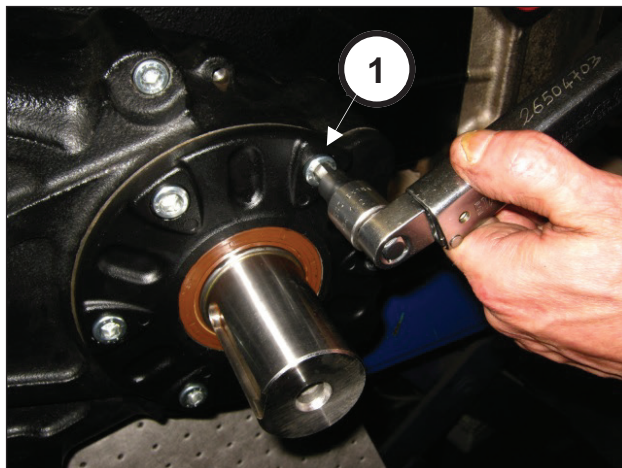

Fig. 88
Serrare le 6 viti M10x25 (pos. ①, Fig. 88). Tarare le viti con chiave dinamometrica come indicato nel capitolo 3 TARATURE SERRAGGIO VITI.